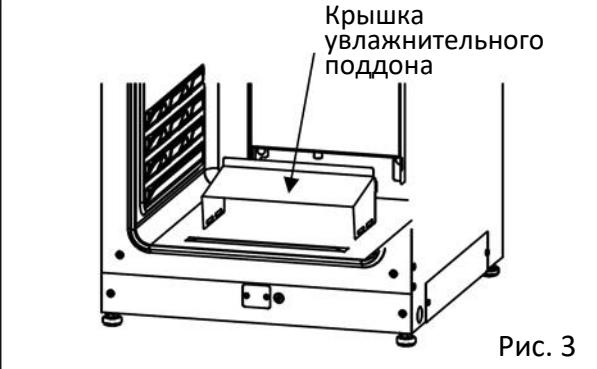

Рис. 3
**4. Извлеките крышку увлажнительного поддона (Рис. 3).**